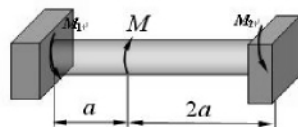

图 2-2
1. 两端固定圆轴(见图 2-2),轴的直径  $d = 80 \text{ mm}$ 。当  $M = 12 \text{ kN} \cdot \text{m}$  时,求固定端截面上的扭矩,并求轴内的最大切应力。